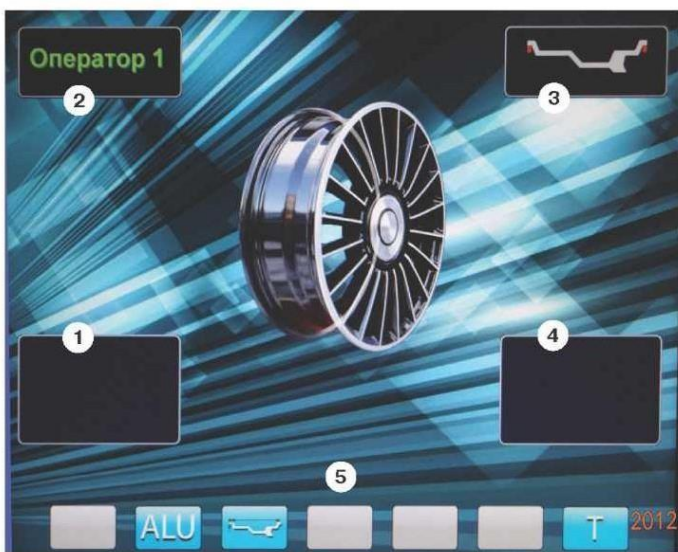
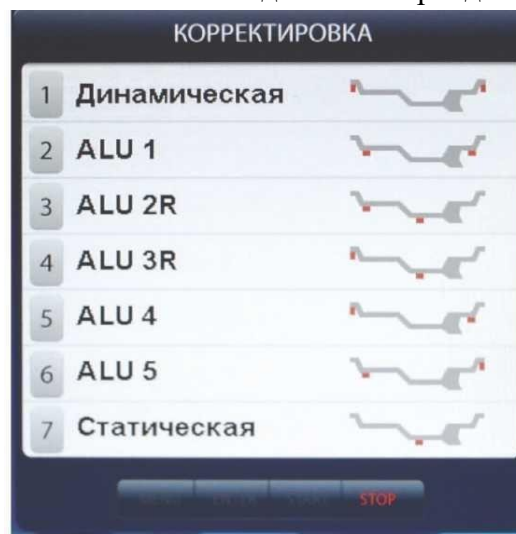

рис.8.2.
рис.11.3.
8.3. После включения питания СБ на экране монитора отображается фирменная заставка, которая через несколько секунд сменяется отображением экрана основного рабочего режима (рис. 8.2).
Для выбора схем расположения грузов в программах «ALU1-ALU5» необходимо, находясь в режиме основного рабочего экрана, нажать кнопку «ALU», при этом открывается окно схем установки грузов, отмеченных номерами рис. 11.3. Если после введения размеров колеса установился экран ввода геометрических параметров, необходимо перейти в экран основного рабочего режима нажатием кнопки «STOP». Для выбора нужной схемы нажмите кнопку верхнего ряда клавиатуры с соответствующим номером. Выбранная схема установки грузов отображается в окне 3 экрана основного рабочего режима (рис. 8.2).
12.2. При включении СБ программа измерения дисбаланса настраивается таким образом, что дисбаланс менее 5г (заводская установка) на любой плоскости коррекции не показывается, в этом случае в окнах 1 и 4 (рис. 8.2)
12.3.4. Для проверки результатов балансировки снова запустите СБ. Если колесо отбалансировано правильно, на индикаторах 1 и 4 (рис. 8.2.) отображаются символы «ОК».